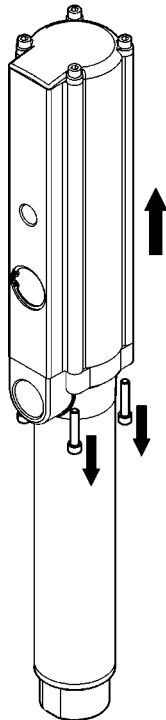

Fig. 4a
1. Secure the pump in a vice in the vertical position, clamping it by the outlet body. Unscrew the four screws that hold the air cylinder to the outlet body and remove the air cylinder (fig. 4a).
1. Fijar la bomba en una mordaza agarrando por el cuerpo de salida con la bomba en posición vertical. Desenroscar los cuatro tornillos que sujetan el cilindro de aire al cuerpo de salida y quitar el cilindro (Fig. 4a).
1. Placer la pompe sur un établi et la serrer au niveau du corps de la pompe en maintenant cette dernière en position verticale. Desserrer les quatre vis qui maintiennent le cylindre d'air au corps de sortie et extraire le cylindre en question (Fig.4a).